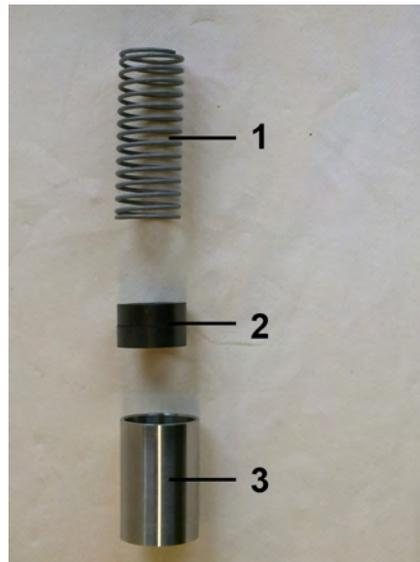

Abb. 40: Innenteile
1. ➤ Feder (Abb. 40/1) mit Magneten (Abb. 40/2) in den Schwebekörper (Abb. 40/3) einführen, dabei die Magnetpolung beachten (Nordpol in Richtung Geräteausgang)